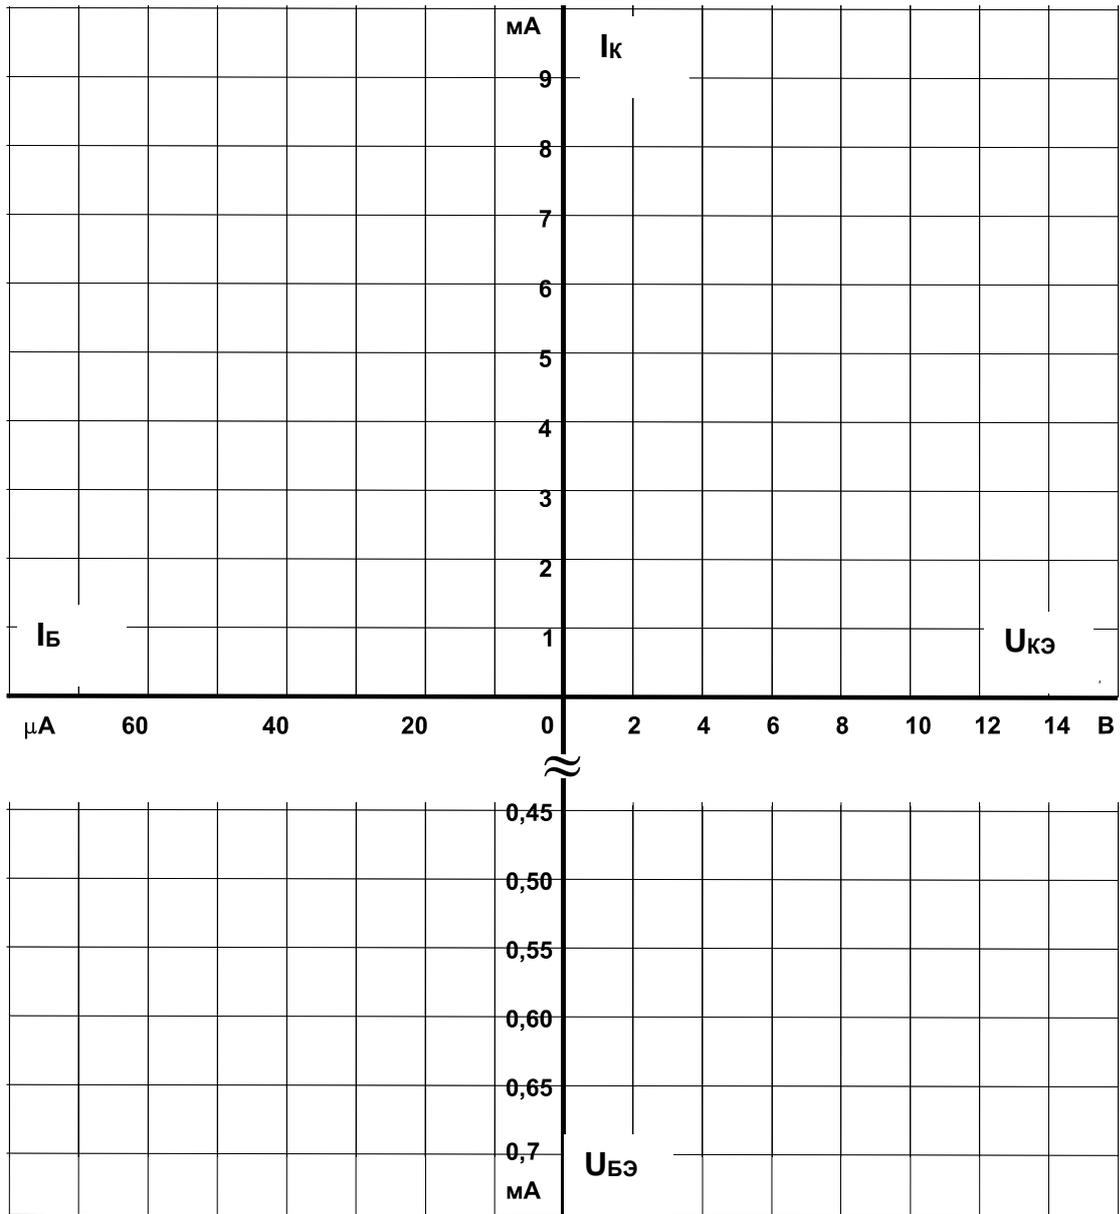

Рис. 4.3.3
- На рис. 4.3.3 постройте графики семейства выходных характеристик $I_k(U_{кэ})$ и семейство характеристик обратной связи $U_{БЭ}(U_{кэ})$, не забыв указать какому току базы соответствует каждая кривая.
- На рис. 4.3.3 постройте графики входных $I_B(U_{БЭ})$ и регулировочных $I_k(I_B)$ характеристик, указав для каждой кривой соответствующие значения $U_{кэ}$.